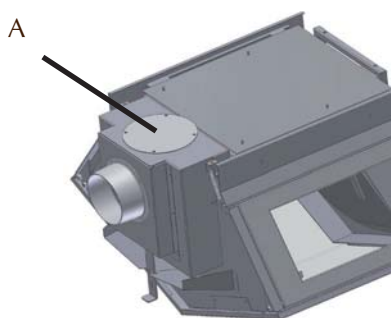

Abb. 6 Deckplatte externe Luftzufuhr
2. Entfernen Sie die Deckplatte der externen Luftzufuhr and der Rückseite des Ofens (siehe Abb.6) und tauschen Sie die beiden Teile aus.